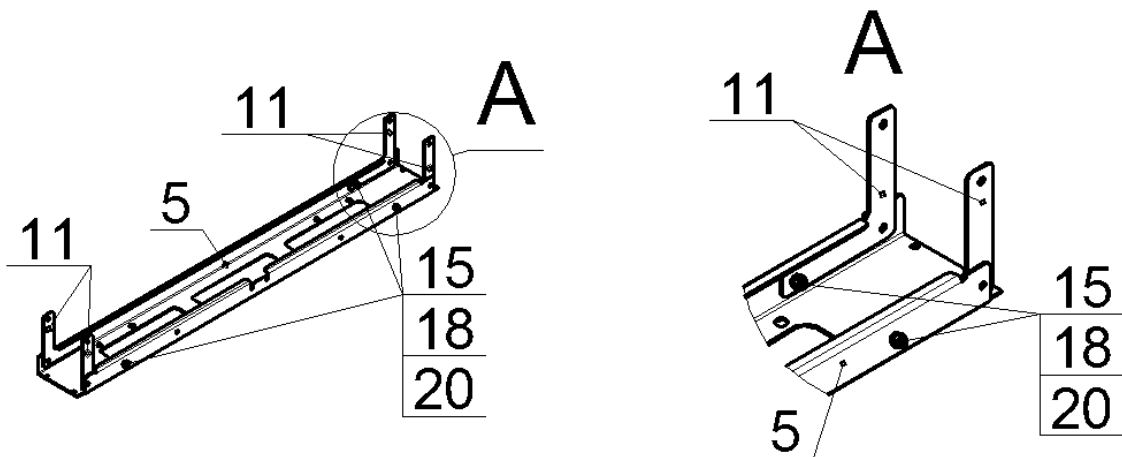

Рис.3
3. Закрепить на профилях боковых, нижних (937мм), поз.5, угольники, поз.11 на крайние отверстия, болтами М6, гайками и шайбами поз.15, 18 и 20, как показано на рис.3. Гайки не затягивать: